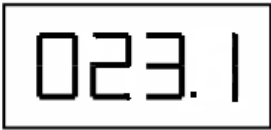

图 4
4) a 漏电保护器动作，界面显示动作时间值（单位：ms）并保留一分钟，如图 4 所示。b 界面显示“—”，说明档位设置偏小或漏电保护器拒动。